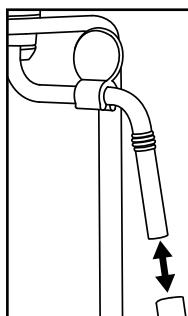

Abb. 3
- 1) Stellen Sie einen leeren Behälter unter die Milchaufschäumdüse ⑩.
- 2) Drehen Sie den Dampfregler ⑦ direkt nach dem Gebrauch auf „+“ und lassen Sie einige Sekunden Dampf entweichen.
- 3) Drehen Sie den Dampfregler ⑦ zu (bis zum Anschlag in Richtung „-“ drehen), schalten Sie das Gerät aus und ziehen Sie den Netzstecker.
- 5) Ziehen Sie die Hülle der Milchaufschäumdüse ⑩ ab (Abbildung 3) und reinigen Sie diese sorgfältig im warmen Wasser.
- 7) Schieben Sie die Hülle wieder auf die Düse (s. Abb. 3).